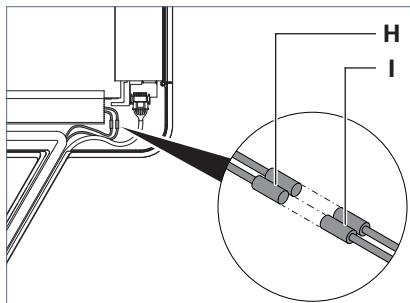

Fig. 5 : Brancher la tête du luminaire, partie 1.
- ▶ Branchez les deux fiches **H** avec les buses **I** dans la tête du luminaire, voir Fig. 5.